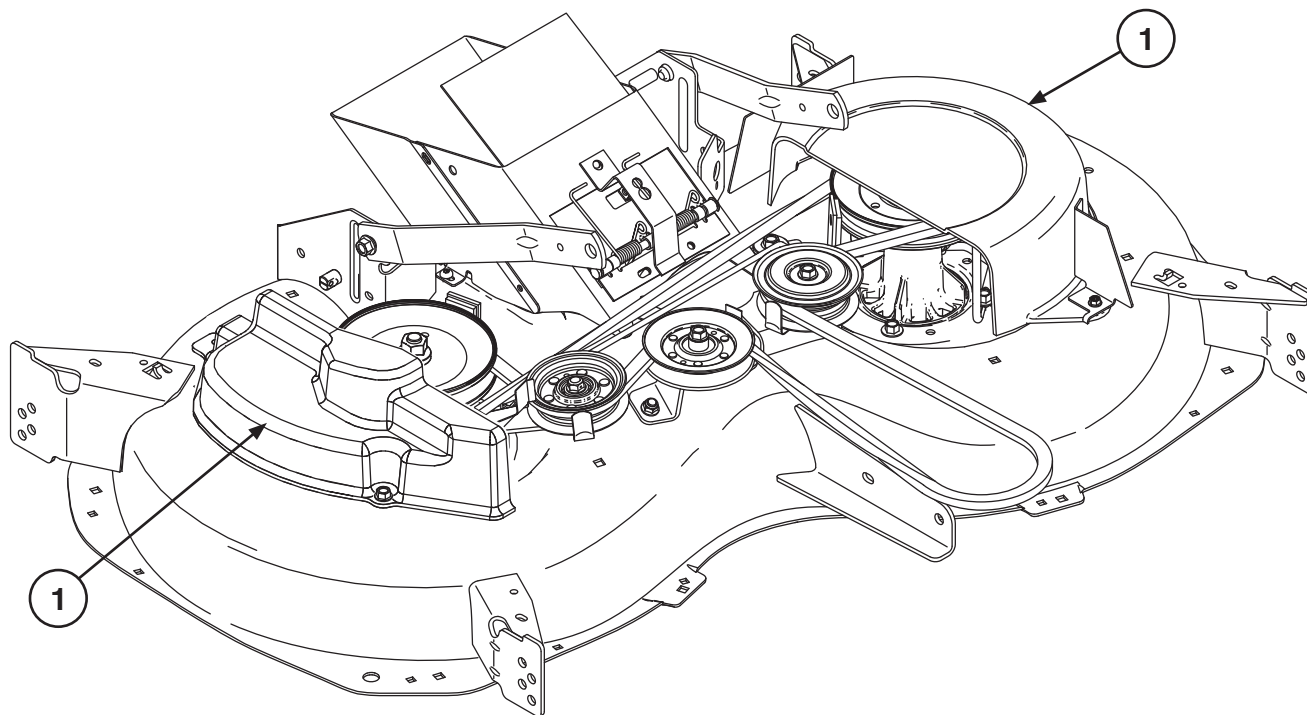

Fig. 8
- ⒸGB 11. Reattach pulley covers (1) (Fig. 8)
- ⒸDE 11. Bringen Sie die Abdeckungen der Riemenscheibe (1) wieder an (Abb. 8).
- ⒸFR 11. Refixez les caches de poulie (1) (Fig. 8).
- ⒸES 11. Vuelva a instalar las cubiertas de las poleas (1) (Fig. 8)
- ⒸIT 11. Rimontare i coperchi delle pulegge (1) (Fig. 8)
- ⒸNL 11. Breng de afdekkingen van de poelie (1) weer aan (afb. 8)